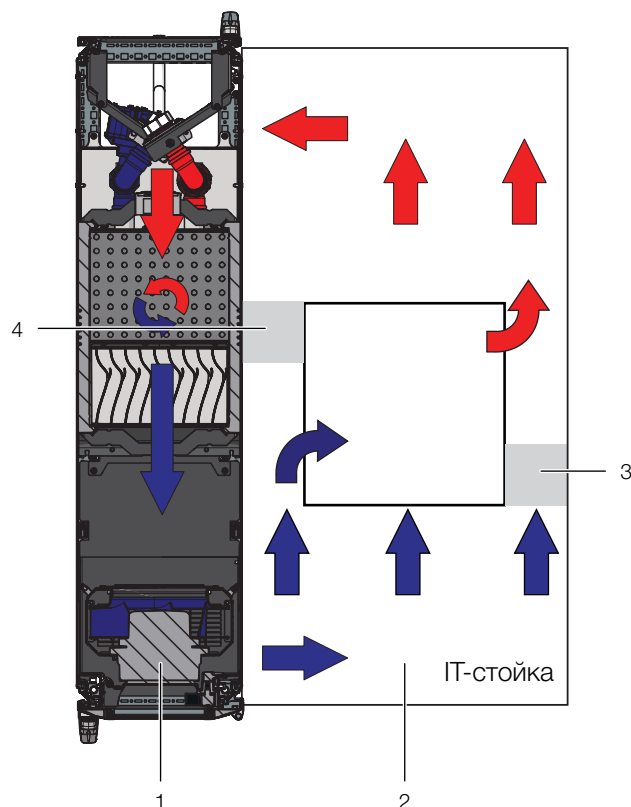

Рис. 26: Расположение поролоновых полосок у устройств с боковой вентиляцией (вид сверху) – LCP Rack
■ Если в серверном шкафу установлено несколько устройств с боковой вентиляцией, создайте соответствующее количество выемок в поролоновой полоске, чтобы на уровне каждого устройства с левой и правой стороны серверной стойки имелись выемки в поролоновой полоске. Обратите внимание на то, чтобы со стороны теплого воздуха не было никаких выемок (рис. 26, поз. 3).
■ Закрепите эти отрезки со смещением назад относительно стороны холодного воздуха устройств (рис. 26, поз. 4). Необходимо установить полоски таким образом, чтобы все вентиляторы устройств могли всасывать холодный воздух и ни один вентилятор не блокировался.
Поролоновые полоски могут быть установлены между передней и задней опорой серверной стойки по всей глубине устройств с боковой вентиляцией (рис. 26).